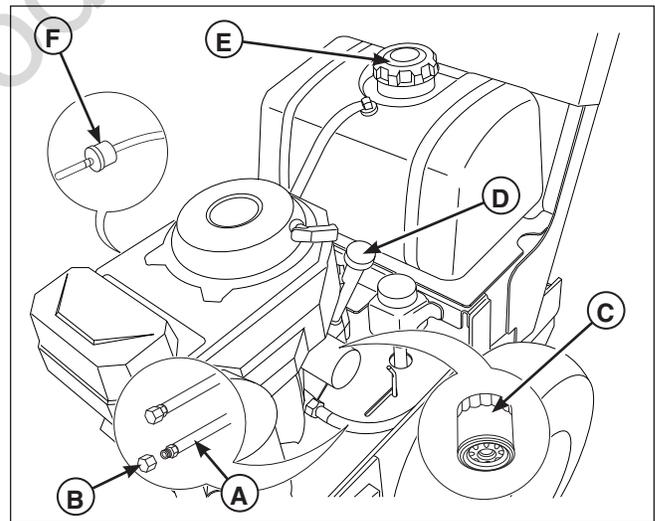

Figura 13. Drenaje de aceite del motor
1. Retire la tapa para el combustible (E, Figura 13).